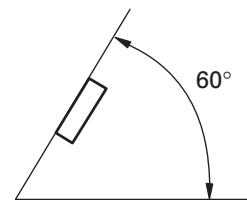

Fig. 1
- If installation angle exceeds 60° from horizontal, the unit might not give its optimum performance. (Fig. 1)
- Si el ángulo de la instalación excede los 60° del lado horizontal, la unidad podría no brindar su óptimo funcionamiento (Fig. 1).
- Se o ângulo de instalação exceder de 60° desde a horizontal, o aparelho pode não atingir sua performance ótima (Fig. 1).